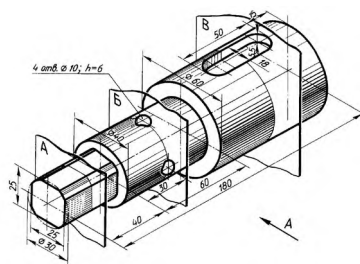

Рисунок 8 – Деталь «вал»
15. Выполнить изображения главного вида (взять по стрелке) детали «вал» (рисунок 8) по его наглядному изображению. Построить изображения сечений А-А, Б-Б и В-В по данным секущим плоскостям. Нанести размеры и сделать обозначения.